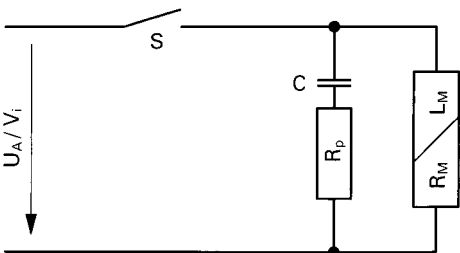

Fig. 12
10.2.2 RC-Glied (Fig. 12)
10.2.2 RC module (Fig. 12)